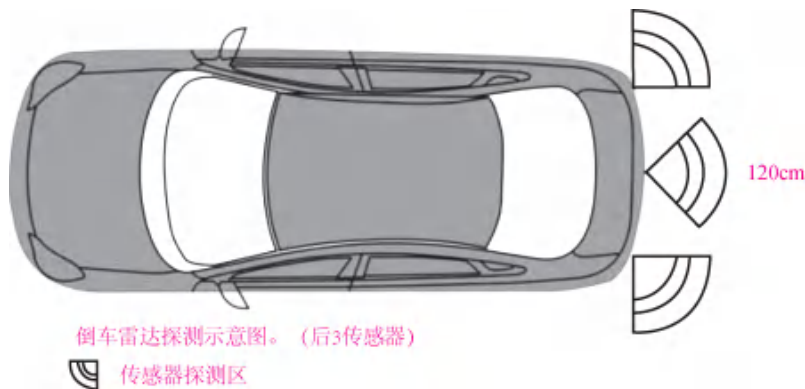

图 4-7-3 倒车雷达工作示意图
1) 知识点解析：倒车雷达是汽车驻车或者倒车时的安全辅助装置，能以声音或者更为直观的显示告知驾驶员周围障碍物的情况，解除了驾驶员驻车、倒车和起动车辆时前后左右探视所引起的困扰，并帮助驾驶员扫除了视野死角和视线模糊的缺陷。倒车雷达通过超声波扫描范围内有无障碍物，示意图如图 4-7-3 所示。